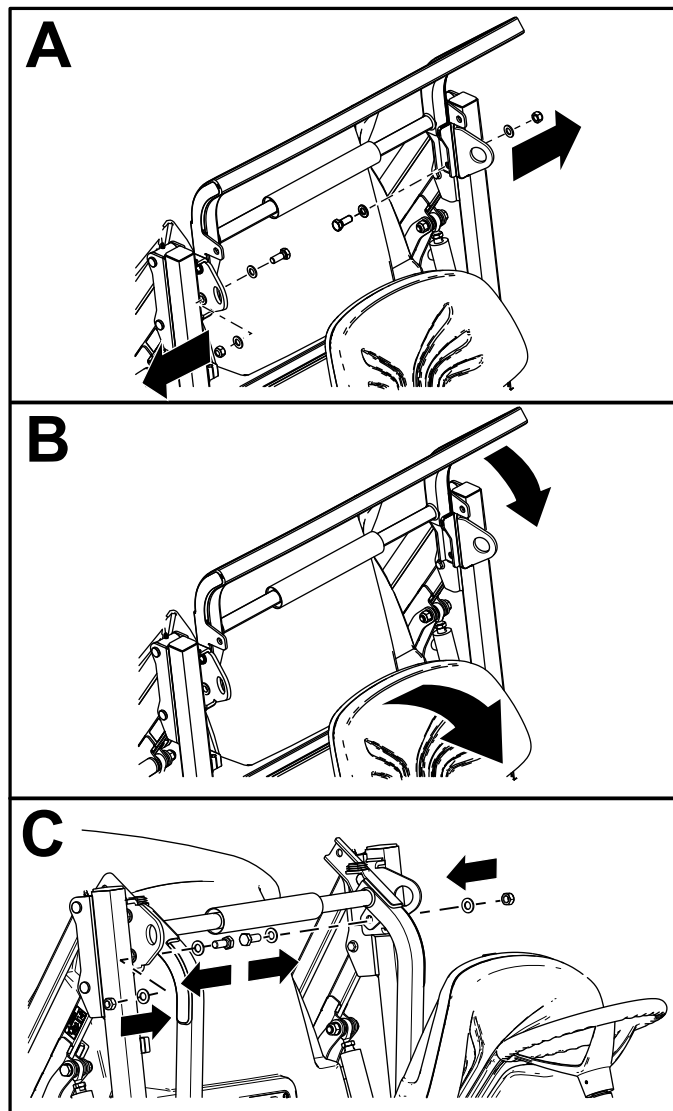

Bild 18
4. Entfernen Sie die Muttern, Schrauben und Scheiben (Bild 18).
6. Senken Sie den Überrollbügel ab und befestigen Sie ihn mit den Muttern, Schrauben und Scheiben (**Bild 18**).
5. Nehmen Sie die Muttern, Schrauben und Scheiben vom Überrollbügel ab (**Bild 18**).
6. Heben Sie den Überrollbügel an und befestigen Sie ihn mit den Muttern, Schrauben und Scheiben (**Bild 18**).
Hinweis: Verwenden Sie **Bild 18** in umgekehrter Reihenfolge, um den Überrollbügel anzuheben.